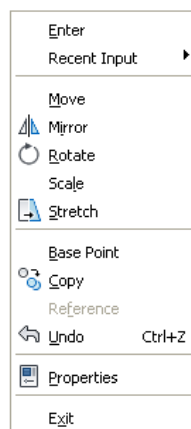

Рис. 2.16
- *ручок* – викликається при виділеній на об'єкті активній ручці, містить функції, що дозволяють проводити редагування за допомогою ручок (рис. 2.16).